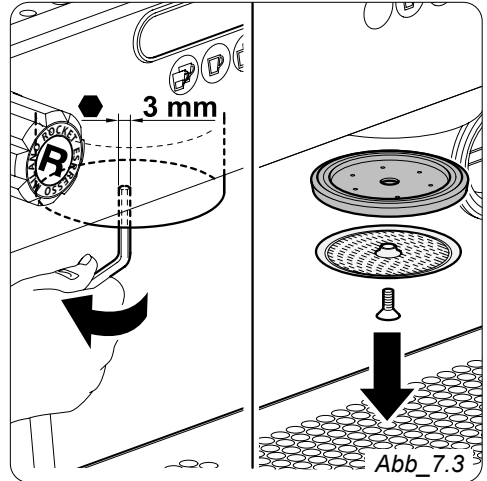

Abb. 7.3
1. Entfernen Sie das Duschsieb und die Dichtung mit einem Sechskant-Stiftschlüssel Größe 3 (Abb. 7.3)..